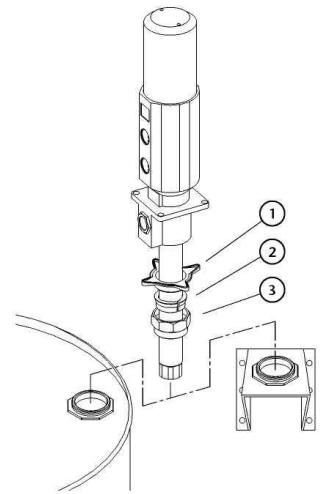

Рис. 2
Насосы могут монтироваться на стенном кронштейне, бочках или баках с 2-дюймовой пробкой (рис. 2). Ослабьте звездообразную гайку (1) на адаптере пробки, для того чтобы отвинтить нижнюю гайку (3), и завинтите ее в 2-дюймовое отверстие для пробки в бочки или кронштейне. Наденьте звездообразную гайку (1) и внутренний элемент (2) на всасывающую трубку. Опустите насос через отверстие и закрепите его на нужной высоте, затянув звездообразную гайку (1).